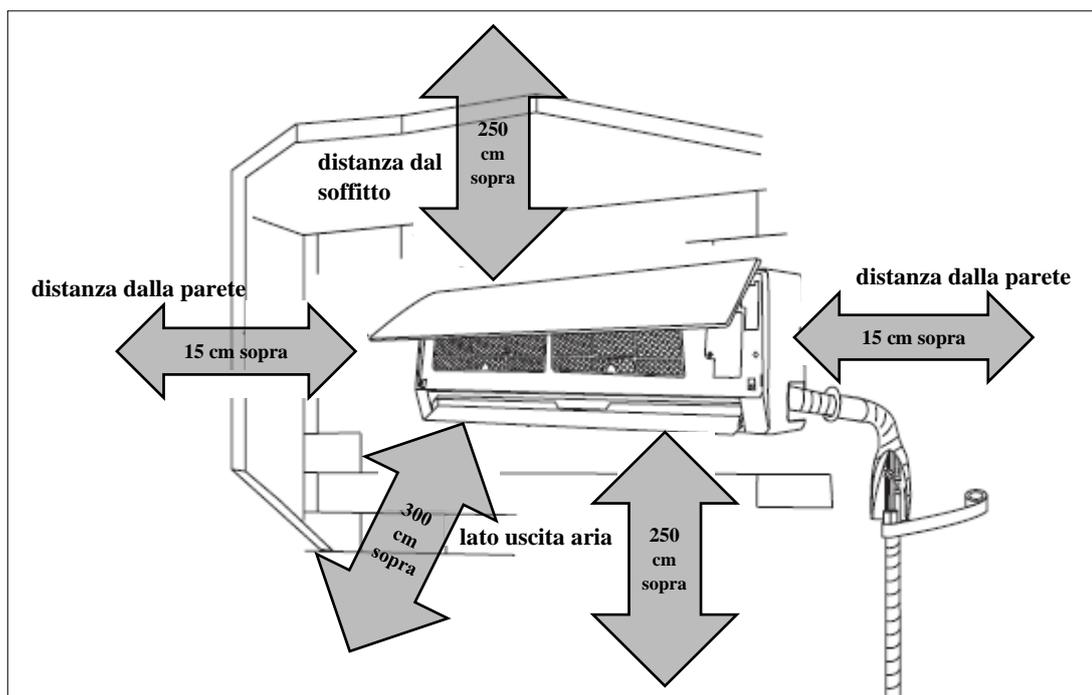

Figura 5 –posizionamento (spazi di rispetto)
- Assicurarsi di lasciare uno spazio sufficiente per consentire l'accesso per la manutenzione ordinaria. Il fan coil dovrebbe essere a 2,5 m o più dal pavimento (figura 5).